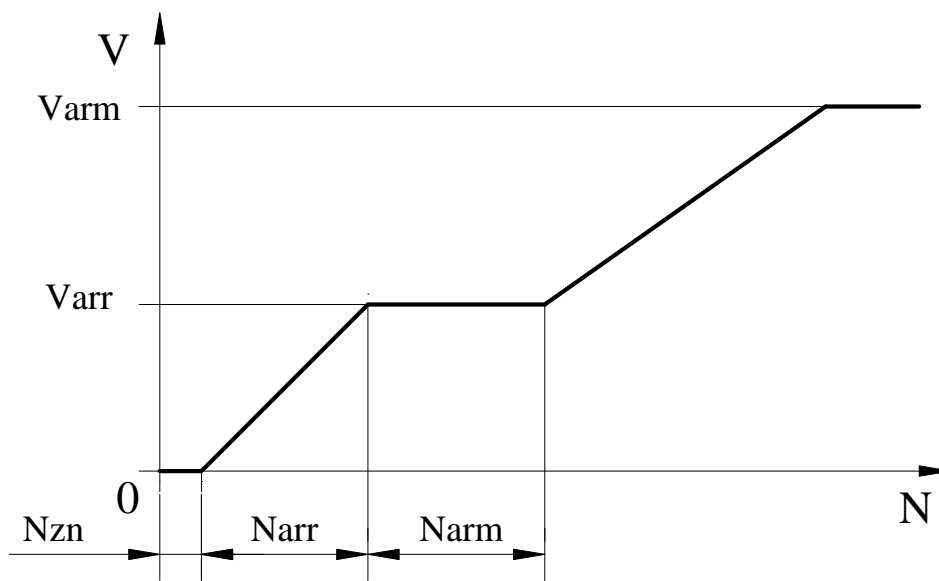

Рис.4. Скорости удержания в зависимости от модуля отклонения от точки удержания.
3.6.6.5. **Номер 4** – Varr (мм/сек) – малая скорость движения при удержании (арретировании) (**рис.4**).
3.6.6.6. **Номер 5** – Varm (мм/сек) – максимальная скорость движения при удержании (арретировании) (**рис.4**).
3.6.6.7. **Номер 6** – Narm (мм) – участок скорости движения при удержании (арретировании), где V=Varr (**рис.4**).